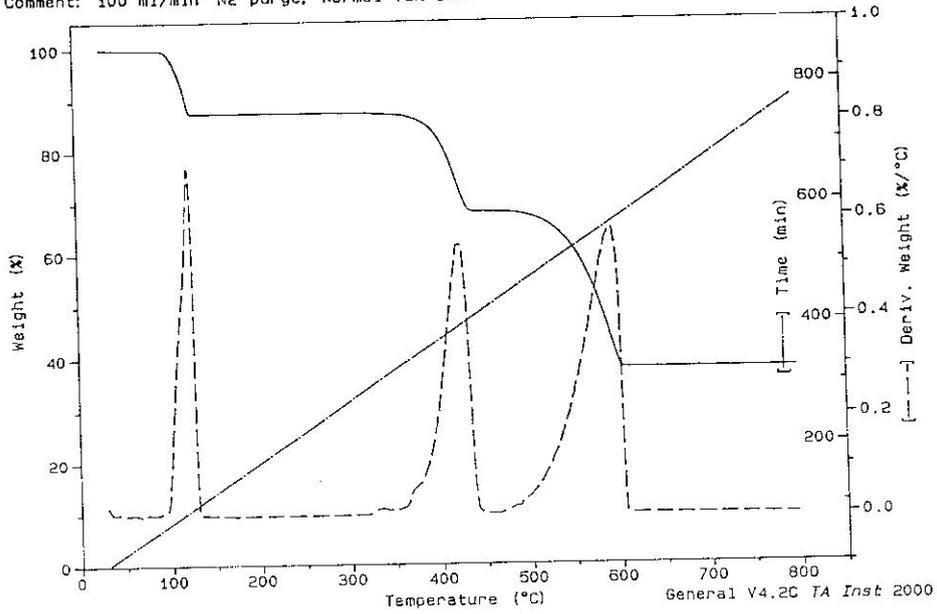

Bild D-2
Wie aus den Graphen zu ersehen ist, erfährt das Kalziumoxalat im Verlauf der Versuche drei Gewichtsverluste, und zwar indem es (1) Wasser, (2) Kohlenmonoxid und (3) Kohlendioxid abgibt. Wenn wir die 1 K/min-Rampe (Bild D-2) mit der 20 K/min-Rampe (Bild D-1) vergleichen, erkennen wir, daß der erste Gewichtsverlust (Wasser) deutlich besser, die anderen beiden aber kaum besser aufgelöst sind. Desweiteren sehen wir, daß erwartungsgemäß niedrigere Reaktionstemperaturen gemessen wurden. Die 1 K/min-Rampe nahm 39 Minuten in Anspruch; die 20 K/min-Rampe knapp dreizehn Stunden.